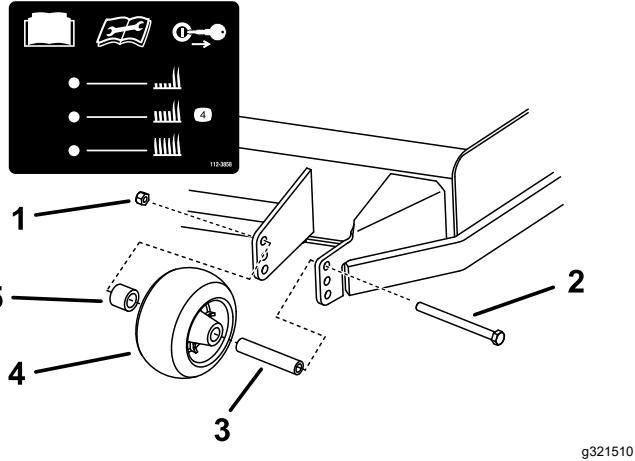
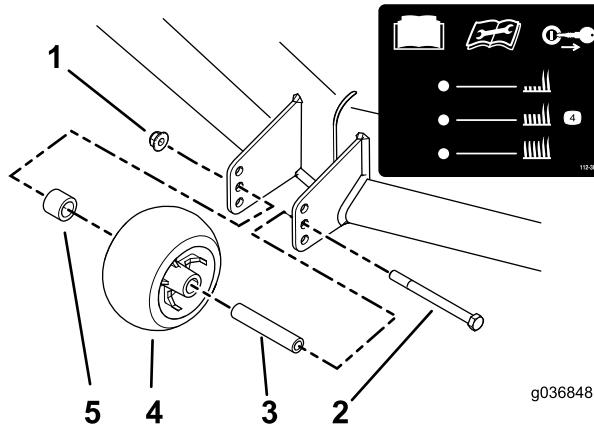

Рисунок 30
Рисунок 31
- Отрегулируйте защитные валики, как показано на Рисунок 30 и Рисунок 31.